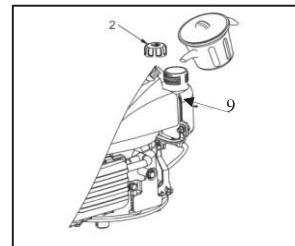

Fig. 4
1. Verwijder de dop van de brandstoftank (2).
2. Voeg brandstof toe tot beneden de onderste peilstreep in de nek van de brandstoftank (9). (Zie Fig. 4)